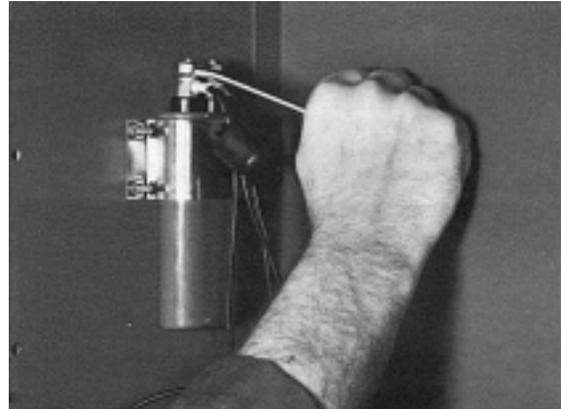

Figure 6-14
2. Débrancher les fils de sortie du PMG sur le condensateur (Figure 6-14) et couper tous les colliers maintenant les fils pour qu'ils puissent venir avec le stator du PMG.